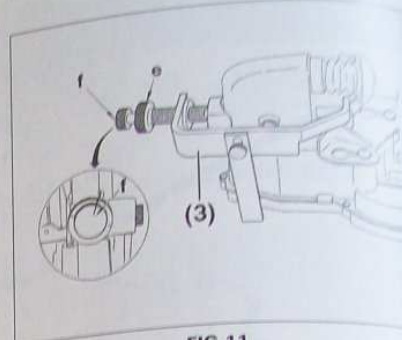

FIG.11
- Serrer la vis d'approche en (e) jusqu'au contact de la tige de poussée sur la fourchette d'embrayage (Fig.11).